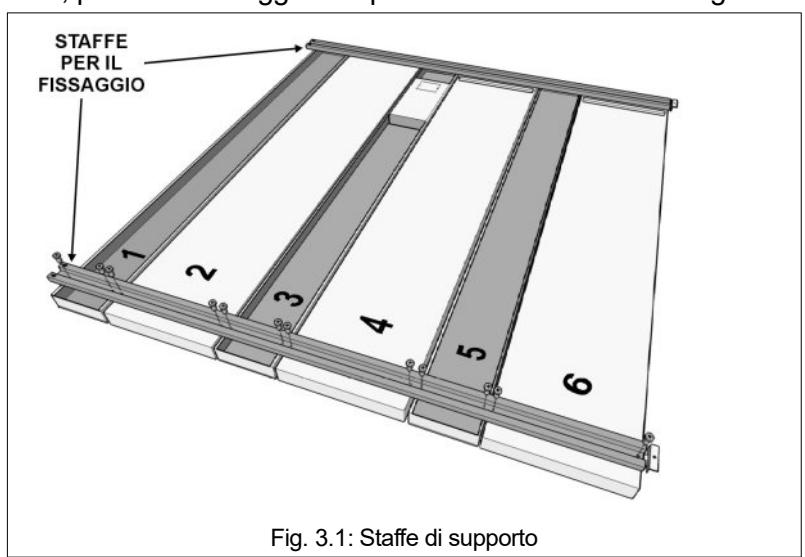
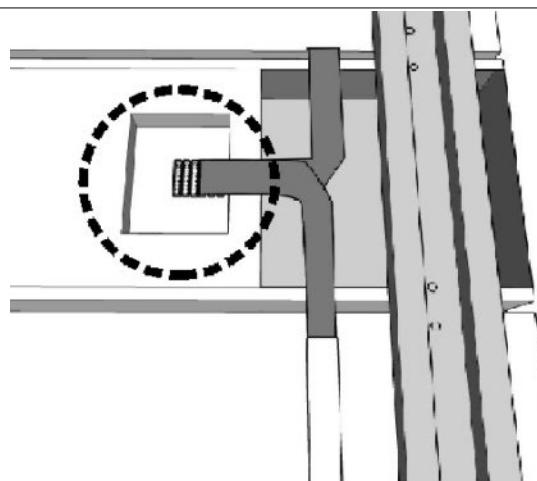

Fig. 3.1: Staffe di supporto
Fig. 3.3: Cavi di collegamento.
2. Si consiglia di distendere sul pavimento dei cartoni od altra protezione, come base di lavoro per la preparazione del tabellone. Disporre i moduli con la parte frontale rivolta verso il pavimento e secondo la numerazione riportata sul retro (Fig. 3.1), in modo da formare il pannello voluto (vedere i vari modelli a pagina 13). Verificare inoltre che il cavo piatto dei vari moduli (Fig. 3.3) resti libero per i successivi collegamenti.
3. Posizionare le due staffe sopra i moduli allineandone i fori di fissaggio, e bloccarle saldamente ai moduli usando le viti in dotazione (vedere Fig. 3.1) ed un cacciavite a croce.
- Collegare i cavi piatti provenienti dai vari moduli ai connettori (Fig. 3.3) della scheda elettronica alloggiata nel vano di collegamento.